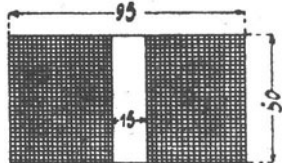

Fig. 4.
45. Eine Spule von 15 [30] (100) mm (Fig. 4) innerem Durchmesser ist mit einem 0,3 [0,4] (1,5) mm dicken Kupferdraht, der mit Seide besponnen ist, bewickelt, und zwar liegen 125 [200] (70) Drähte nebeneinander und 100 [90] (30) Lagen übereinander, so daß der äußere Durchmesser der Spule 95 [120] (200) mm beträgt. Welchen Widerstand besitzt die Spule bei 15° C ?